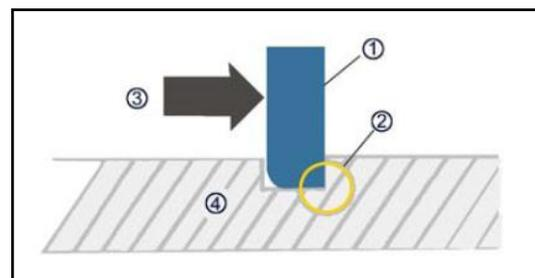

Fig.1.12
- Al instalar arandela de elasticidad (1), asegure que la esquina filosa (2) está en el lado contrario del que soporta el empuje (3), Consulte la imagen. (4) es el eje. **Fig.1.12**